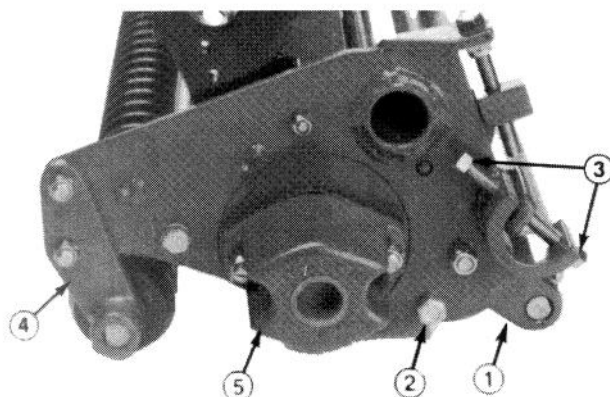

Figure 10
1. Retirez la vis SPC et l'écrou fixant le support de la hauteur de coupe du rouleau arrière à la plaque latérale aux deux extrémités du module de coupe (Fig.10).
4. Retirez les boulons de fixation de la contre-barre de chaque extrémité du module de coupe (Fig.10). Puis desserrez les vis de réglage du contre-couteau à chaque extrémité du module de coupe (Fig.10). L'assemblage du contre-couteau peut alors être déposé en le faisant pivoter pour l'éloigner du tambour.
1. Retirez les écrous de blocage fixant les supports du rouleau avant aux plaques latérales des deux extrémités du module de coupe (Fig.10).
1. Retirez les écrous d'assemblage du capuchon de contre-équilibrage et retirez celui-ci des boulons d'assemblage (Fig.10).
2. Retirez le capuchon de contre-équilibrage (Fig.10).